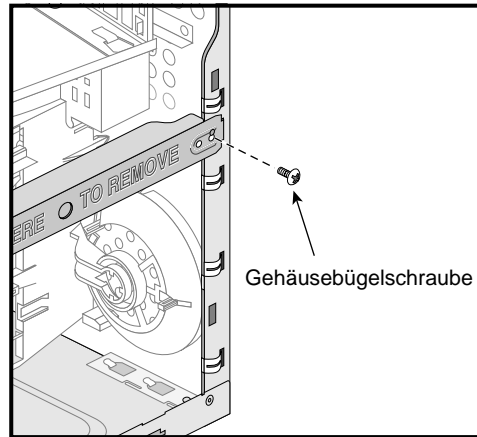

Abbildung 2-3 Lösen der Gehäusebügelschraube
2. Lösen Sie die Schraube vom rechten Ende des Gehäusebügels. Abbildung 2-3 zeigt die Lage der Schraube.